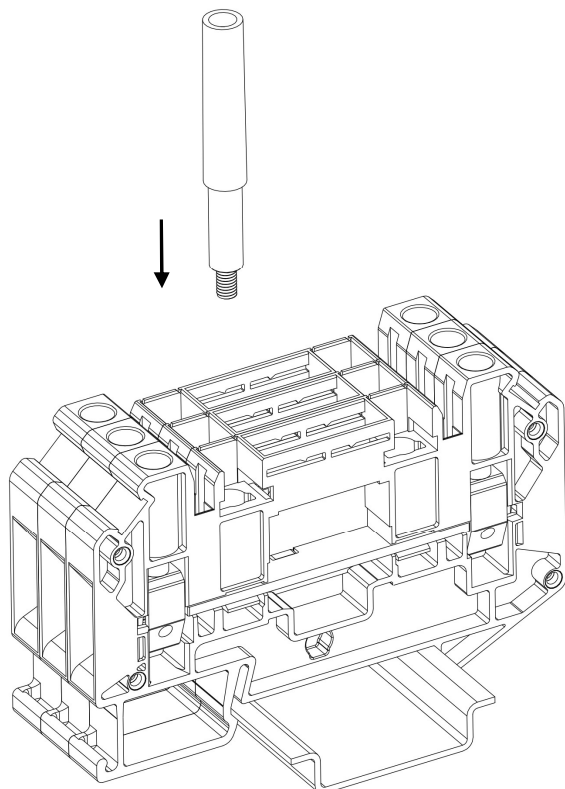
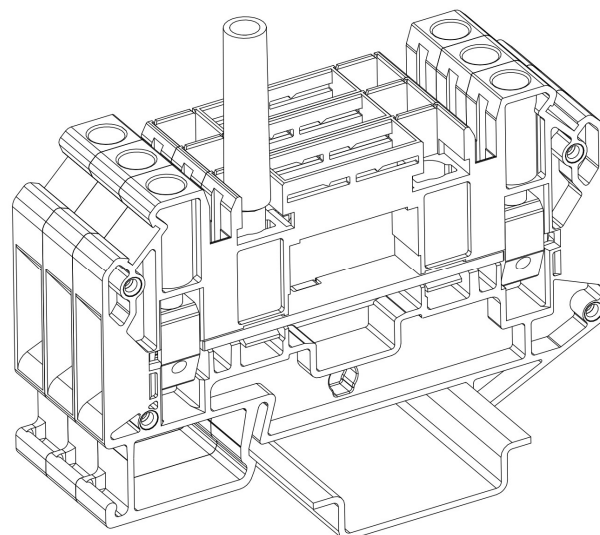

Рисунок 63 - установка тестового гнезда
Рисунок 64 - установленное тестовое гнездо
- Установите тестовое гнездо в функциональное отверстие клеммы (рис. 63; рис. 64).